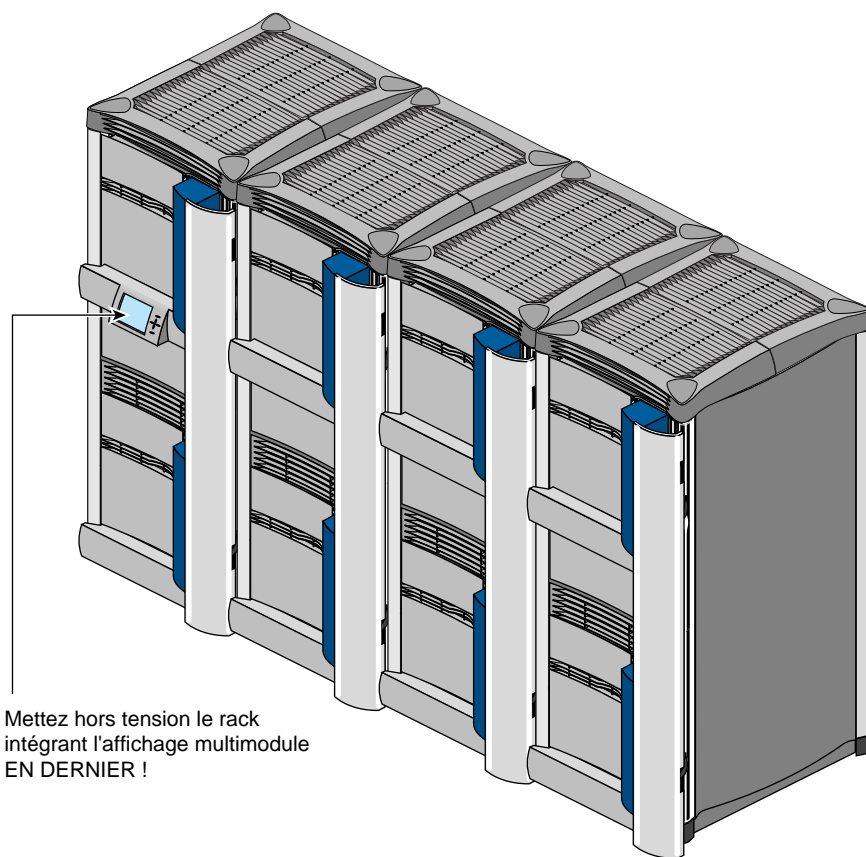

Figure 6-6 Mise hors tension d'une configuration multitrack
3. Mettez hors tension le rack contenant le contrôleur MMSC en dernier (Figure 6-6).